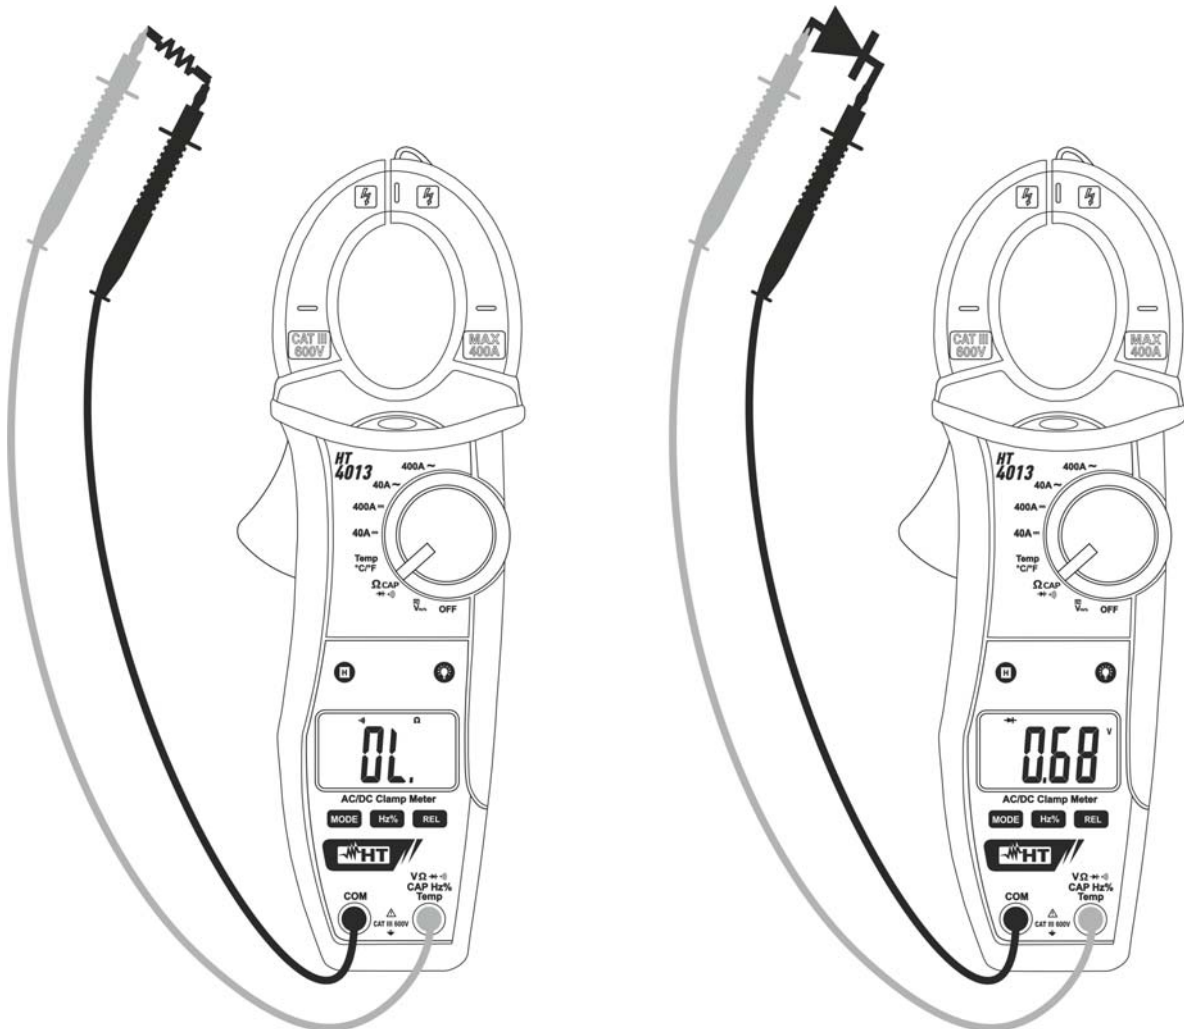

Fig. 7: Uso della pinza per Test Continuità e Prova Diodi
3. Inserire il cavo rosso nel terminale di ingresso **VΩ $\rightarrow$ ))CAP Hz%Temp** e il cavo nero nel terminale di ingresso **COM** ed eseguire il test di continuità sull’oggetto in prova (vedere Fig. 7– parte sinistra). Il cicalino emette un segnale acustico quando il valore della resistenza misurata è inferiore a circa  $150\Omega$
5. Connettere il puntale rosso all’anodo del diodo e il puntale nero al catodo in caso di misura di polarizzazione diretta (vedere Fig. 7 – parte destra). Invertire la posizione dei puntali in caso di misura di polarizzazione inversa